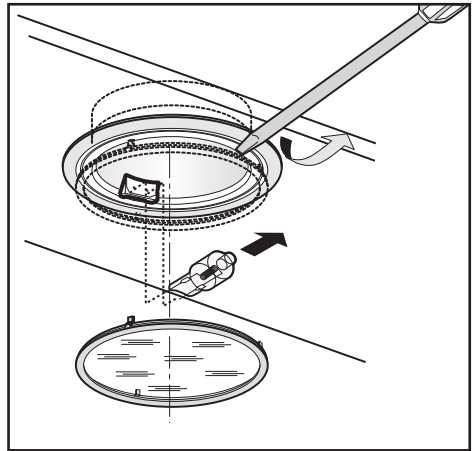

Fig.6
• Sostituzione delle lampade alogene (Fig.6).